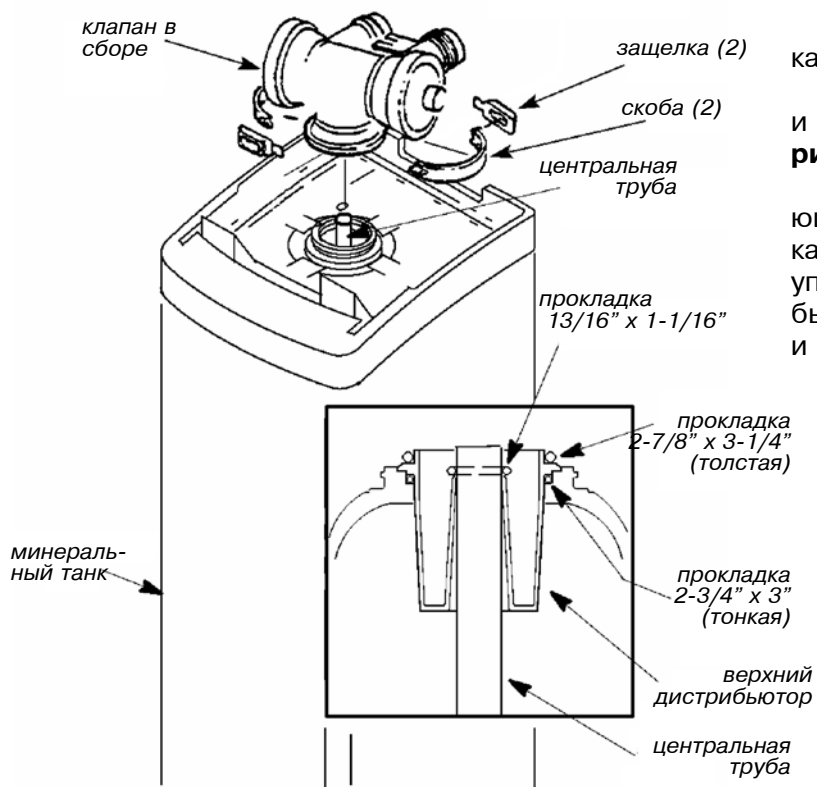

Рис. 1
1. Удалите стягивающие скобы (**рис. 1**), управляющий клапан, 3 резиновых кольца-прокладки и верхний дистрибьютор.
5. Установите верхний дистрибьютор и три кольца-прокладки, как показано на рис. 1.